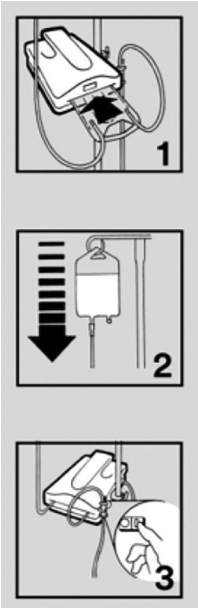

Figura 4
- 2. Coloque o cassete na ranhura da unidade de aquecimento. O cassete só pode ser encaixado no dispositivo de uma maneira (consulte a Figura 4, nº 1).
- 3. Prepare o conjunto de aquecimento. Para obter mais informações sobre como preparar o conjunto, consulte as instruções fornecidas com os conjuntos de aquecimento (consulte a Figura 4, nº 2).
- 5. Conecte o cabo de alimentação a uma tomada apropriada. Ligue a unidade (consulte a Figura 4, nº 3). Dentro de alguns segundos, o display alfanumérico se iluminará. Demora menos de 2 minutos para aquecer até a temperatura nominal de 41 °C.